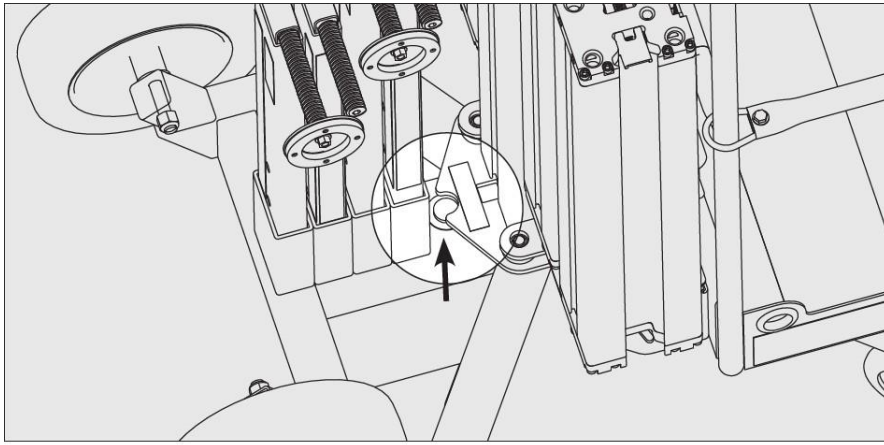

Рис.3-4 Пузырьковый уровень
- Все выносные опоры должны быть установлены в соответствии с количеством мачт и временно подняты только во время маневрирования. (См. Рисунок 3-4)